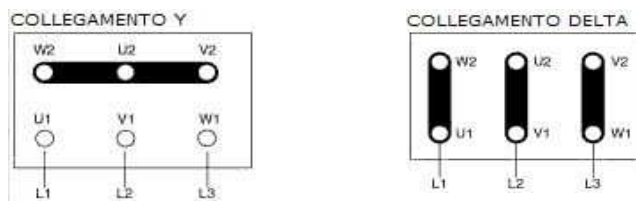

Figura 1
Le connessioni elettriche devono sempre essere eseguite da un elettricista esperto qualificato. I motori forniti devono essere alimentati con tensioni trifasi o se richiesto dal cliente, monofase. Il tipo di connessione nei motori trifasi può essere a stella (Y) o a delta (Δ) in accordo alla linea di alimentazione 380 o 220 VAC (vedere figura 1).